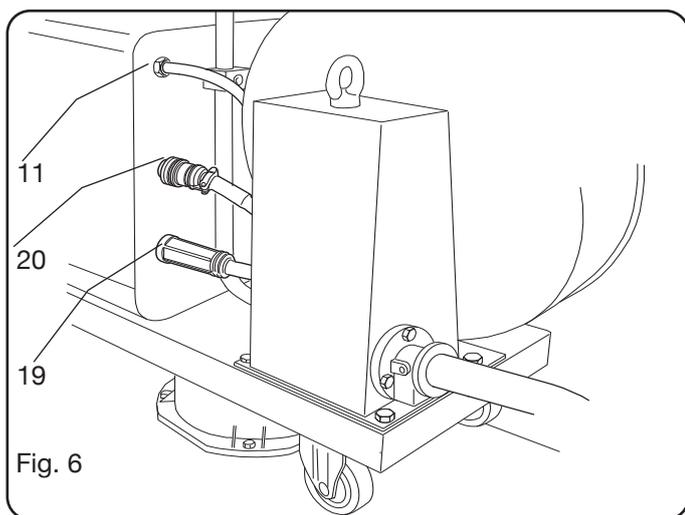

Fig. 6
- Ligar a outra extremidade da conexão BA ao carro de tracção do fio, como ilustrado na Fig. 6.